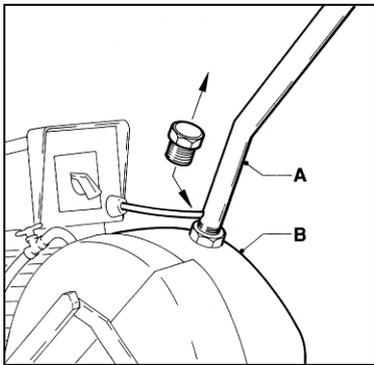

Abb. 4.01
- Kontrollieren Sie auf dem Sichtglass des Sägekopfs, ob er genügend Öl enthält. Füllen Sie ggf. Öl nach (Abb. 4.01, Siehe Pfeil).